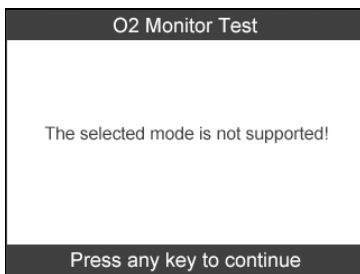

Рисунок 6.18
- Если автомобиль не поддерживает этот режим, на экране сканера появится информационное сообщение. (См. рисунок 6.18)